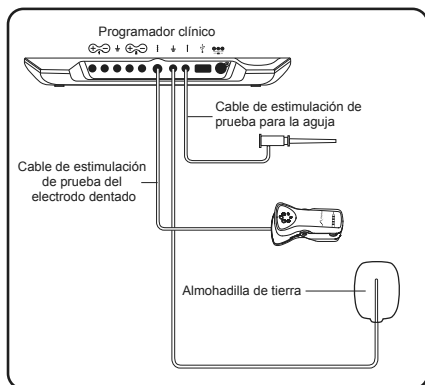

Figura 4. Conexiones del cable con el programador clínico para el procedimiento de implantación del electrodo.
- e. Inserte el conector negro en la toma de tierra del PC (⏏) que está junto al cable de estimulación de prueba para la aguja (**Figura 4**).
7. Inserte el conector negro del cable de estimulación de prueba para la aguja en el PC, fuera del campo estéril (**Figura 4**). Mantenga el extremo de la pinza del cable en el campo estéril.
9. Inserte el conector gris del cable de estimulación de prueba para el electrodo dentado en el PC, fuera del campo estéril (**Figura 4**). Mantenga el extremo de la pinza del cable en el campo estéril.